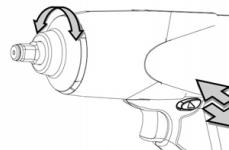

Рис. 5
- Для обратного хода устройства (см. рис. 5) используйте рычаг переключения прямого/обратного хода на приводном блоке. Направления вращения также указаны на лицевой стороне рукоятки.